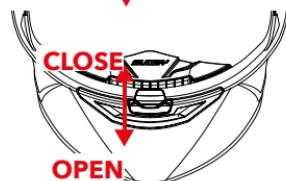

FIGURA 4
- Figura 4: spostare verso il basso il cursore A1 posto all'interno della mentoniera per aprire la presa d'aria; spostare verso l'alto il cursore A1 per chiudere la presa d'aria.